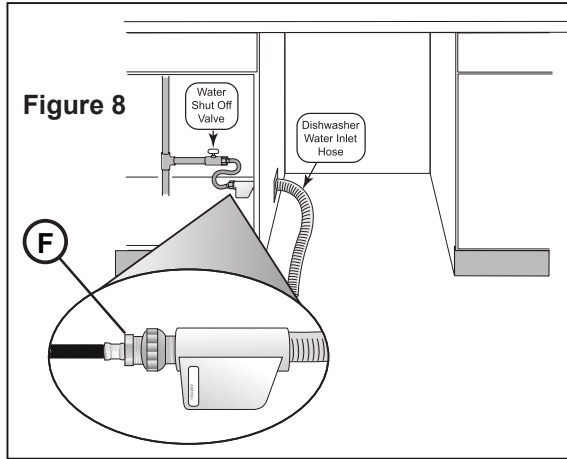

Figure 8
2. Enlever 2 à 3 po (51 à 76 mm) de la gaine extérieure du câble d'alimentation résidentiel ou in-situ comme indiqué sur la **Figure 8**. Enlever $\frac{3}{8}$ à $\frac{1}{2}$ po (10 à 13 mm) de l'isolant de chaque fil comme indiqué sur la **Figure 7**.